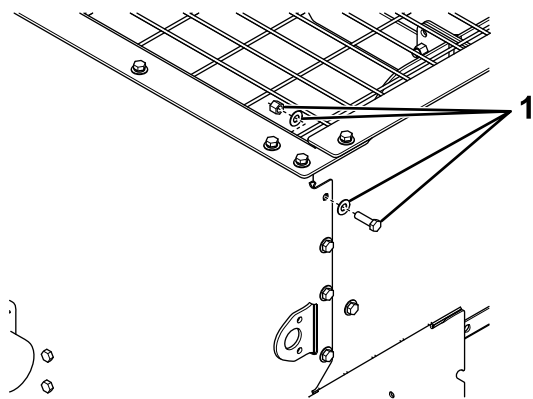

Figure 7
17. Retirez et mettez au rebut les fixations supérieures à l'extrémité arrière des côtés de la trémie, comme montré à la Figure 7.